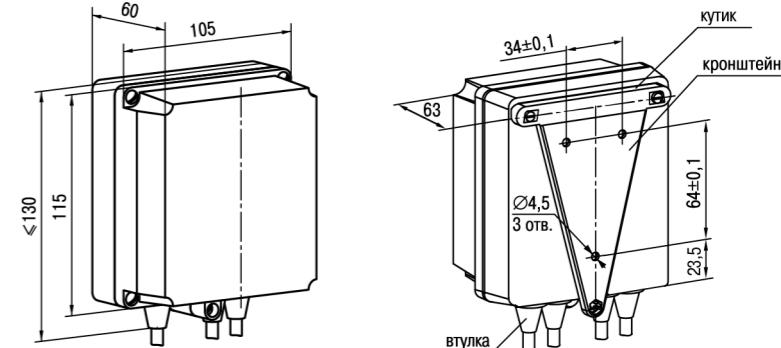

Рисунок 2 – Габаритные размеры корпуса Н
- Закрепить кронштейн тремя винтами M4 × 20 на поверхности, предназначенной для установки прибора (см. рисунок 2).